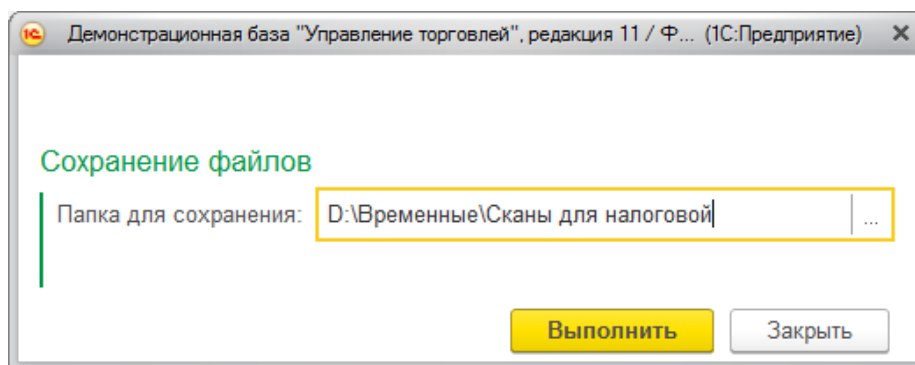

Рис. 73
4. Откроется окно, в котором надо указать папку для сохранения выгруженных сканов и нажать «Выполнить» (Рис. 73).